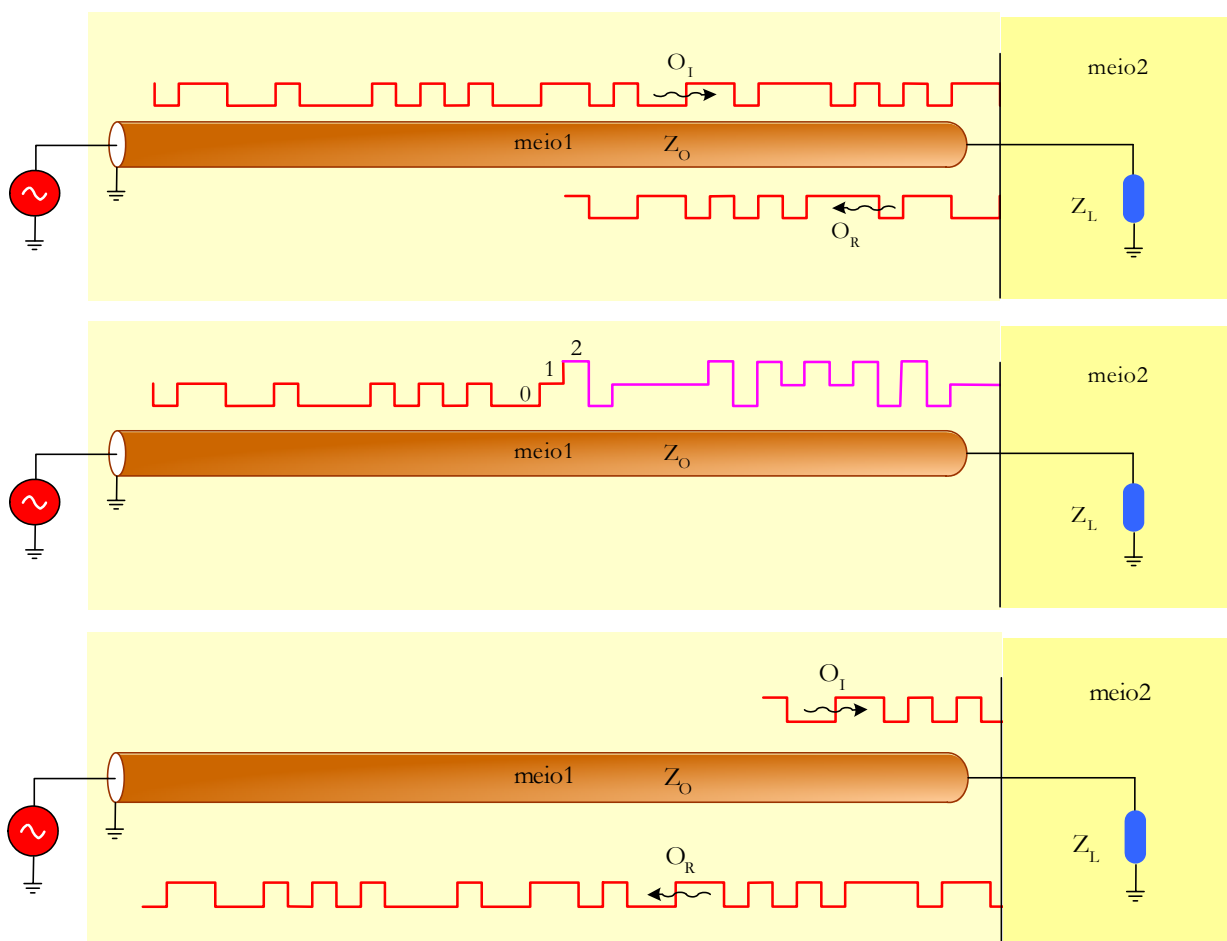

Figura 11 – Corrupção da informação digital numa linha de transmissão
- 1º Os impulsos reflectidos interferem com os incidentes distorcendo por isso a informação transmitida. Na figura 11 representa-se uma sequência de impulsos incidentes e uma sequência de impulsos reflectidos resultante da desadaptação. Se num determinado instante se medisse o sinal ao longo da linha, o que se iria medir era a soma das duas sequências percebendo-se dessa forma a distorção da informação.